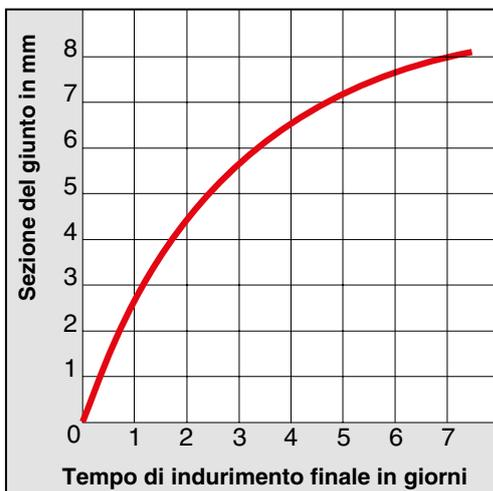

Fig. 1
**Mapesil Z Plus** esposto all'aria reticola e diventa elastico per effetto dell'umidità; questa reazione avviene anche a basse temperature. La velocità di reticolazione di **Mapesil Z Plus** dipende in misura minima dalla temperatura ed è invece essenzialmente legata all'umidità atmosferica presente. Nel grafico della fig. 1 è mostrato l'andamento della reticolazione a +23°C e 50% di umidità atmosferica.